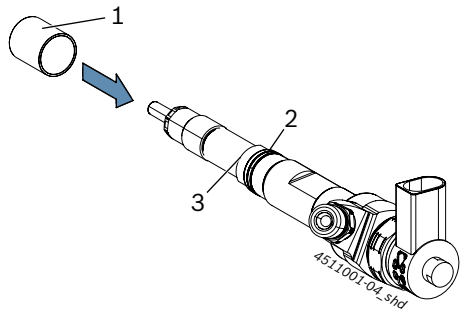

Fig. 4: Adapterio įvorės užmovimas ant CRI
3. Jei reikalinga adapterio įvorė, tinkamą adapterio įvorę (Fig. 4, Nr. 1) iki atramos (Fig. 4, Nr. 3) užmaukite ant CRI.
- Atlikdami tolesnius veiksmus atkreipkite dėmesį į tai, kad adapterio įvorė liktų prie CRI atramos (Fig. 4, Nr. 3) ir nenuslystų žemyn.